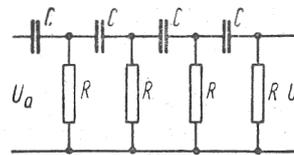

Bild 41
b) viergliedrige RC-Kette, anwendbar bei Trioden (Bild 41):